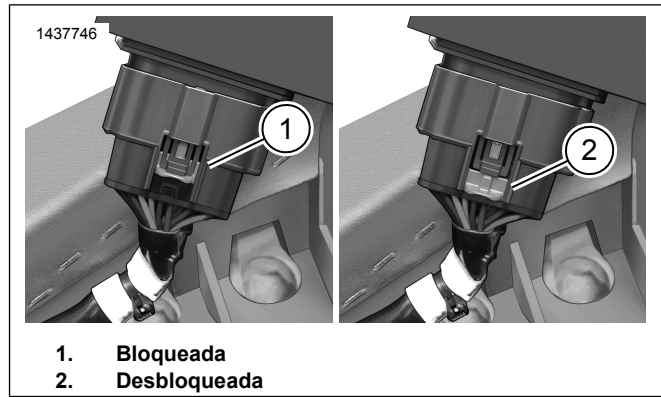
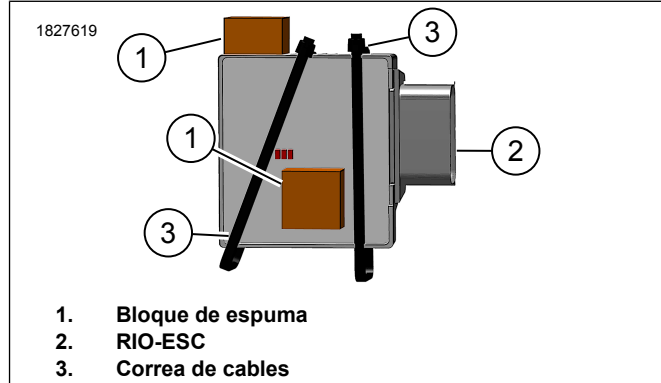

Figura 5. Posición bloqueada/desbloqueada del conector RIO
Figura 6. Instale el bloque de espuma en RIO
5. Vea la Figura 5. Desbloquee (2) el conector RIO-ESC y desconéctelo.
6. Vea la Figura 6. Instale los bloques de espuma (1) a RIO-ESC (2).
- b. Ponga los bloques de espuma (1) debajo de las luces LED y en la esquina superior.
7. Vea la Figura 5. Conecte RIO-ESC al mazo de cables y bloquee (1) el conector.